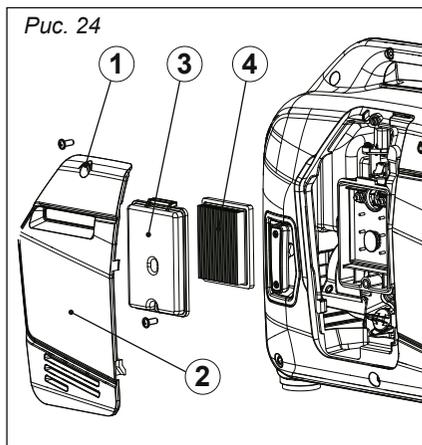

Рис. 24
1. Отвинтите винт (1), а затем снимите крышку (2), *рис. 24*.
2. Снимите крышку корпуса воздушного фильтра (3), *рис. 24*
3. Выньте фильтрующий элемент (4), *рис. 24*.
7. Установите крышку корпуса воздушного фильтра (4) в исходное положение и затяните винт (3), *рис. 24.*
8. Установите крышку (2) и затяните винт (1), *рис. 24.*